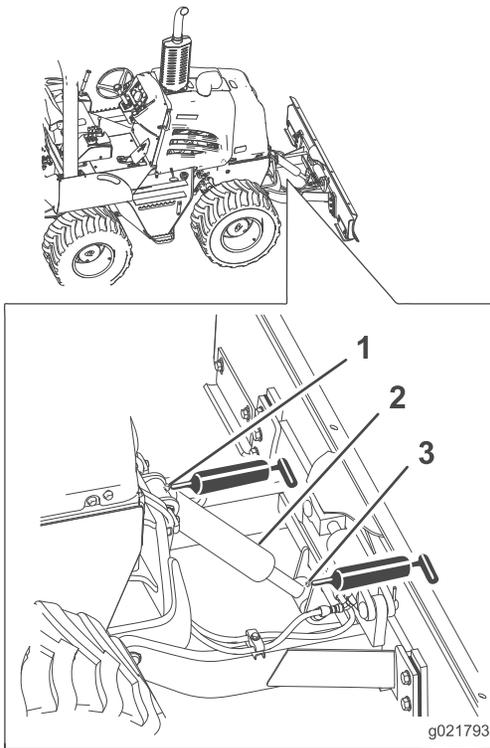

Figura 34
2. Conecte a pistola de graxa às graxeiras superior e inferior do cilindro de elevação e aplique 3 bombeadas de graxa em cada graxeira (Figura 34).